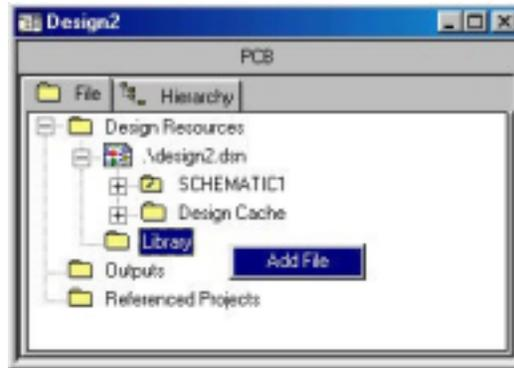

Figura 4.10 Carga de una librería dentro del diseño.
- 1 En el administrador de proyectos dé un clic con el botón derecho sobre la carpeta *Library* y seleccione *Add file...* (ver figura 4.10)